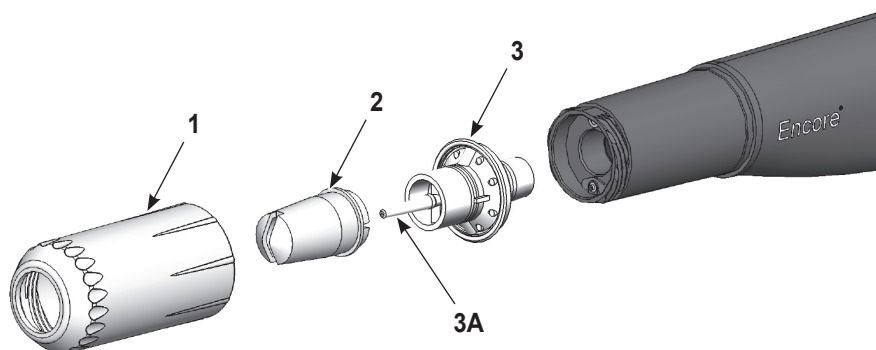

Abbildung 8 Flachsprühdüse ausbauen und installieren
1. Siehe Abbildung 8. Die Düsenmutter (1) gegen den Uhrzeigersinn abschrauben.
2. Die Flachsprühdüse (2) von der Elektrodenbaugruppe (3) abziehen.